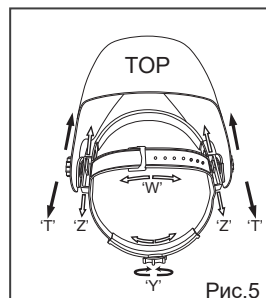

Рис.5
Длину окружности оголовья можно увеличить или уменьшить, вращая ручку с нажатием на затылочной части оголовья. (см. "Y" на рис.5) Данная процедура выполняется при надетой сварочной маске и позволяет получить натяжение, необходимое для надёжной фиксации сварочной маски на голове.
- Если наголовник сидит на голове слишком высоко или слишком низко, отрегулируйте ремень, который проходит через макушку. Для этого ослабьте конец ремня, выдавив стопорный штифт из отверстия в ремне. Переместите две части ремня относительно друг друга на требуемую длину и вставьте стопорный штифт в ближайшее отверстие (см. "W" на рис.5).
Ослабьте гайки-фиксаторы (см. "Т" на рис.5) и двигайте маску к или от вашего лица. Убедитесь, что расстояния между обоими глазами и светофильтром одинаковые, чтобы избежать неравномерного затемнения светофильтра. После регулировки затяните гайки-фиксаторы.